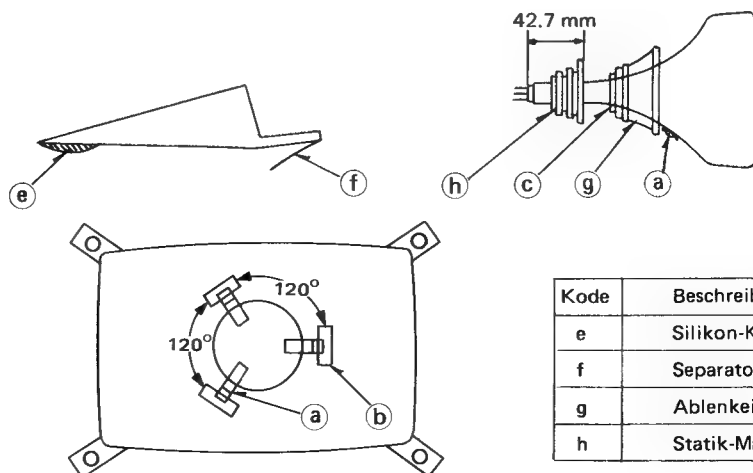

Fig. 20 Abb. 20
3. Align red/ blue with green dots at the center of the screen by rotating (RB) -G static convergence magnet.
5. Remove the DY wedges (See fig. 20) and slightly tilt the deflection yoke horizontally and vertically to obtain the good overall convergence.
2. Lösen der Konvergenzmagnetklammer, die roten Punkte mit den blauen Punkten im Zentrum des Bildschirms durch Drehen der (RB) -G Konvergenz-Statik-Magneten zur Deckung bringen.
3. Die roten/blauen Punkte mit den grünen Punkten im Zentrum des Bildschirms durch Drehen des (RB) -G Konvergenz-Statik-Magneten zur Deckung bringen.
5. Entfernen der DYKlammern (vergl. Abb. 20) , Ablenkeinheit leicht horizontal und vertikal kippen, um so eine gute, ganzfächige Konvergenz zu erhalten.
5. Apply silicone adhesive to part (a) using (d) as shown in figure 20. After removing the separator from part (a), insert part (a) between picture tube and deflection yoke, and install the deflection yoke firmly.
5. Behandeln von Teil A mit dem Silikon-Kleber, wobei D wie in Abb. 20 benutzt wird. Nach Entfernen des Separators von Teil A, Einsetzen von Teil A zwischen Bildröhre und Ablenkeinheit und festes Einsetzen der Ablenkeinheit.